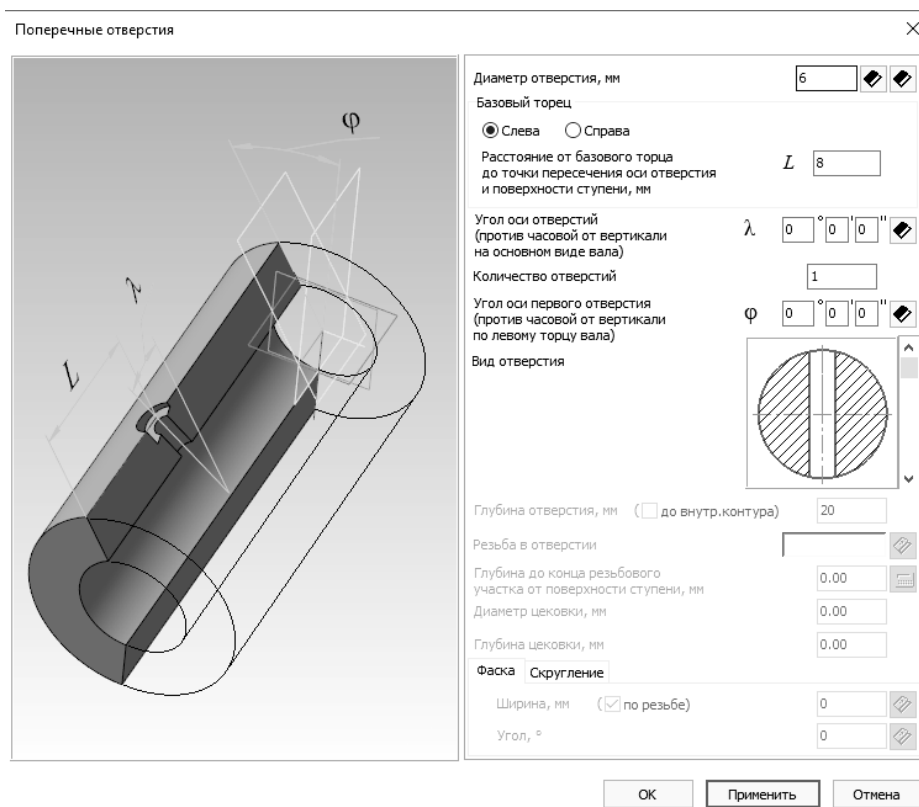

Рис. 15.10. Выбор параметров поперечного отверстия
5.3. Для построения сквозного отверстия диаметром 6 мм необходимо выбрать вкладку «Дополнительные построения» – «**Поперечные отверстия**» и ввести необходимые параметры (рис. 15.10):